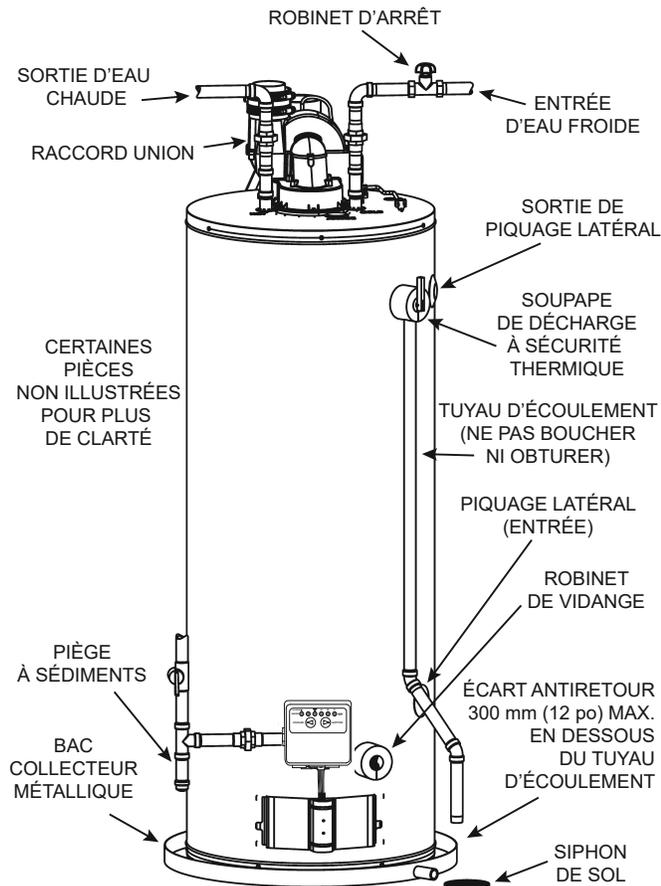

Figure 16.
1. Fermer le robinet de vidange du chauffe-eau en tournant la poignée vers la droite (sens des aiguilles d'une montre). Le robinet de vidange se trouve en bas sur l'avant du chauffe-eau (voir Figure 16).